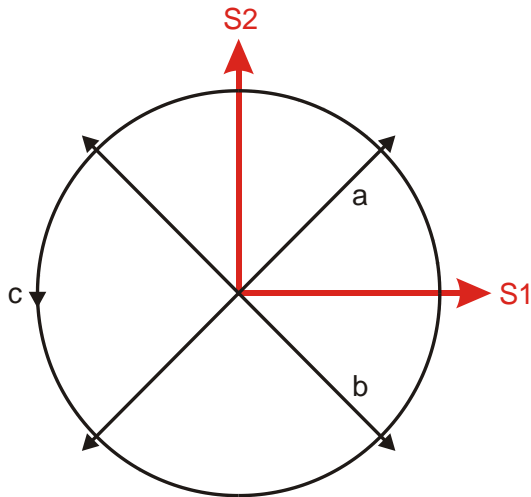
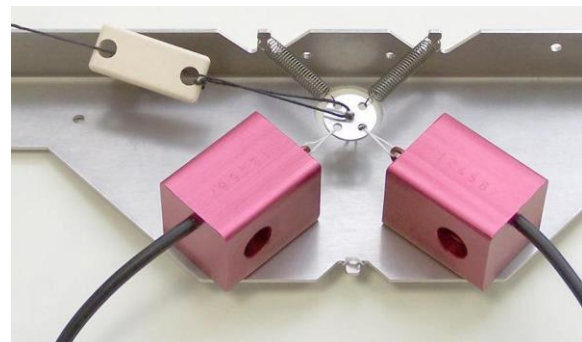
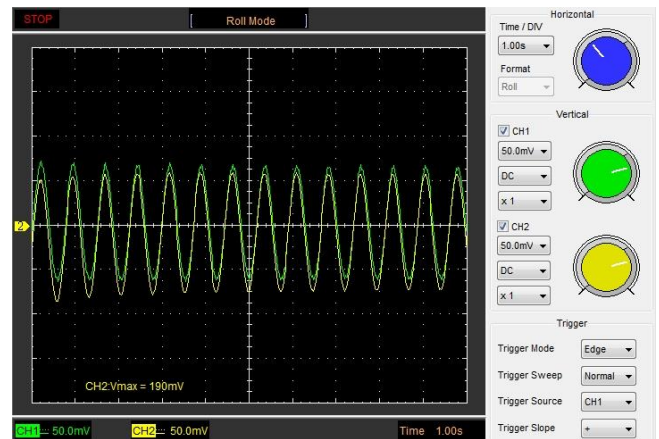

Fig. 2: Orientação dos sensores S1 e S2 e direções de oscilação analisadas do pêndulo suspenso.
Fig. 5 Montagem do fio
Fig. 7: Componentes de oscilação do pêndulo suspenso por fio em oscilação "sobre o bisetor"
- Deslocar levemente o pêndulo de fio e deixar oscilar sobre o bisetor entre os sensores de força (direção de oscilação a na Fig. 2). Observar e armazenar oscilograma.
- Deslocar levemente o pêndulo de fio e deixar oscilar perpendicularmente ao bisetor entre os sensores de força (direção de oscilação b na Fig. 2). Observar e armazenar o oscilograma.
- Deslocar levemente o pêndulo de fio e deixar oscilar em círculo (direção de oscilação c na Fig. 2). Observar e armazenar o oscilograma.
Se o pêndulo oscilar sobre o bisetor entre os dois sensores de força, os sensores de força sofrem carga simétrica (direção de oscilação a na Fig. 2, Fig. 5). Os sinais de ambos os sensores de força estão em fase, ou seja, o deslocamento de fases é  $\varphi = 0^\circ$  (Fig. 7).
Se o pêndulo oscilar perpendicularmente ao bisetor entre os dois sensores de força, os sensores de força sofrem carga assimétrica (direção de oscilação b na Fig. 2, Fig. 5). Os sinais de ambos os sensores de força estão em fases opostas, ou seja, o deslocamento de fases é  $\varphi = 180^\circ$  (Fig. 8).